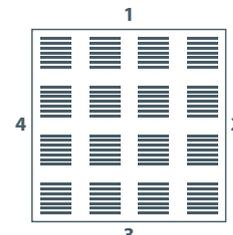
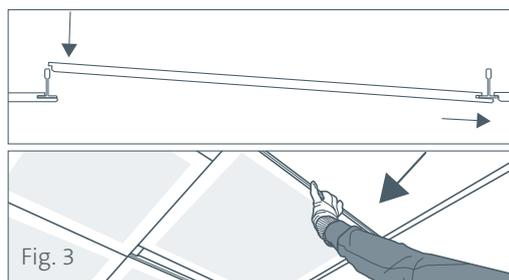

Fig. 2
Fig. 3
- Sollevare un lato del pannello (quello con bordo E, vedi fig. 2) al di sopra del prof. secondario, poi far inserire il lato opposto (quello con bordo D2) nel profilo opposto. Quando il pannello è inserito nella struttura farlo scorrere nella posizione definitiva (vedi fig. 3).